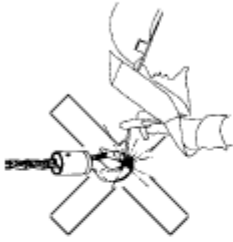

Fig. 1
- Les travaux de soudure sur le crochet ou le câble métallique sont strictement interdits. - Le câble métallique ne doit jamais être utilisé comme connexion à la terre lors de la soudure (Fig. 1).